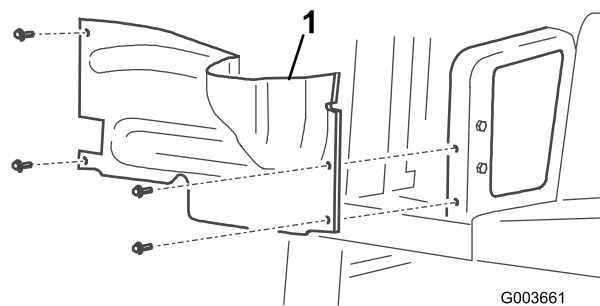

Рисунок 2
5. Снимите 4 болта крепления кожуха правого колеса к раме и снимите кожух (Рисунок 2).